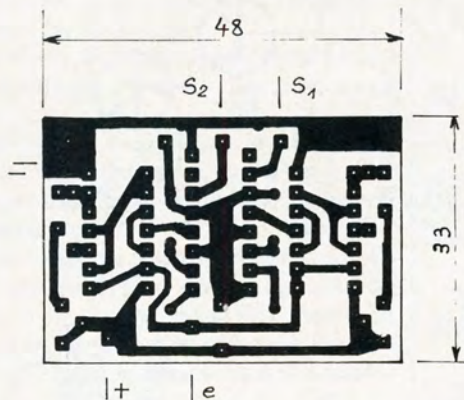

Fig. 12. - C.I. p' boîte à relais.
a) **Le CI** (voir fig. 12). En époxy simple face de 15/10.